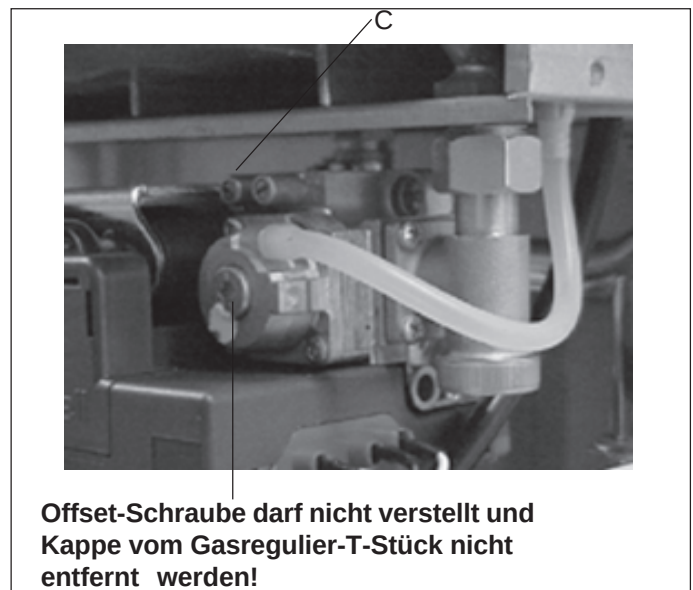

Abb. 11 Gasmagnetventil
- Schraube im Meßstutzen lösen (Abb. 11, Pos. C).